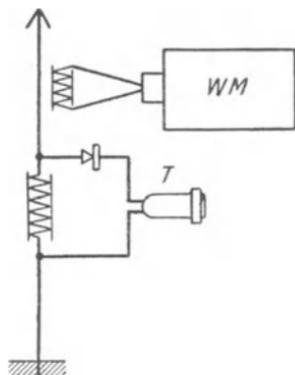

Abb. 17. Messung der Eigenwelle der Antenne.
f) Messung der Eigenwelle einer Antenne (Abb. 17). Man schaltet in die Antennenleitung eine Honigwabenspule und parallel dazu einen Detektor und einen Hörer. Nun koppelt man das als